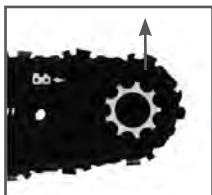

Рис.7 Регулировка натяжения цепи
1. Приподнимите передний конец шины вверх, и, удерживая его, вращайте наружное кольцо натяжителя цепи по часовой стрелке (Рис.7).